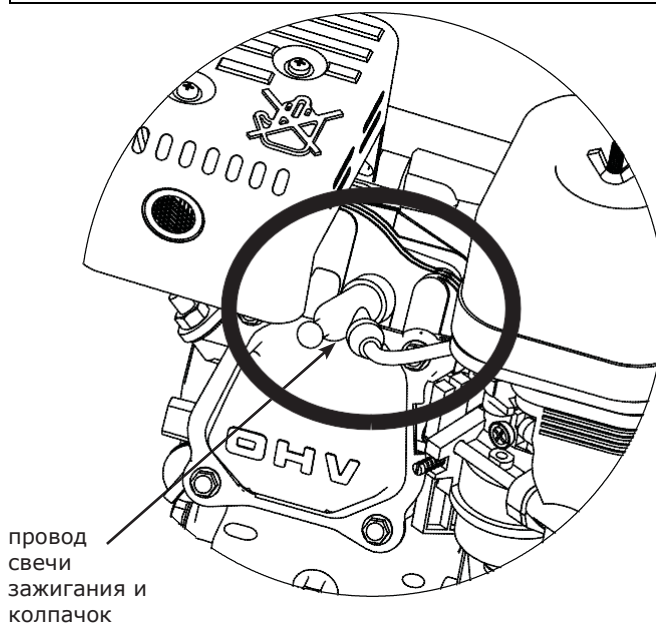

Рисунок 8: Расположение свечи зажигания
1. Отсоедините провод свечи зажигания и оставьте его в сторону от самой свечи. Если на двигателе используется аккумулятор, отсоедините провод от негативной клеммы. **См. РИСУНОК 8.**